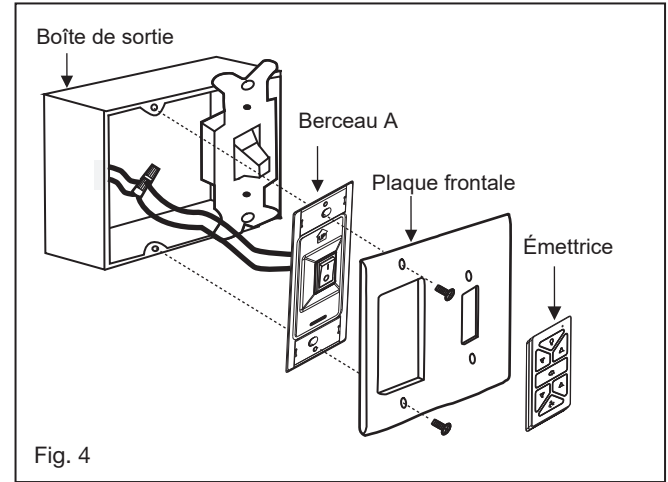

Fig. 4
- 2 Connectez les fils noirs du commutateur dans le berceau A aux fils noirs dans le boîtier de commutation. Fil d'entrée chaud vers l'un des fils du commutateur du socle. Le fil d'alimentation du ventilateur est connecté au fil de l'interrupteur restant. (Fig. 4)
Un flux d'air ascendant fait redescendre l'air chaud accumulé au plafond, comme illustré à la Figure 4. Cela vous permet de régler votre système de chauffage à une température plus basse sans compromettre votre confort.